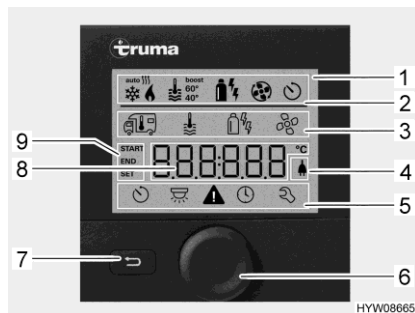
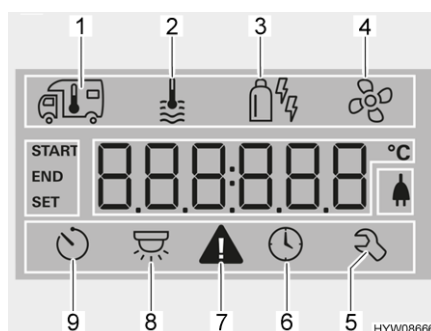

Bild 115 Kontrollenhet med indikeringar
Bild 116 Display (kontrollenhet)
- Statusrad (Bild 115,2)
- Övre menyrad (Bild 115,3)
- Indikeringsområde (Bild 115,8)
- Nedre menyrad (Bild 115,5)
- Tryck ned vrid-/tryckknappen (Bild 115,6) i ca. 3 sekunder. De båda menyraderna (Bild 115,3 och Bild 115,5) visas. Den första symbolen blinkar.
- Vrid vrid-/tryckknappen (Bild 115,6) tills den önskade menysymbolen blinkar.
- Tryck på vrid-/tryckknappen för att spara det inställda värdet. Om det ursprungliga värdet ändå inte ska ändras: Tryck på tillbakaknappen (Bild 115,7).
- Vrid vrid-/tryckknappen (Bild 115,6) tills menysymbolen värmesystem (Bild 116,1) blinkar.
- Tryck på vrid-/tryckknappen för att spara det inställda värdet. Symbolen i statusraden (Bild 115,2) blinkar tills den inställda rumstemperaturen är uppnådd. Om det ursprungliga värdet ändå inte ska ändras: Tryck på tillbakaknappen (Bild 115,7).
- Vrid vrid-/tryckknappen (Bild 115,6) tills menysymbolen varmvatten (Bild 116,2) blinkar.
- Tryck på vrid-/tryckknappen för att spara det inställda värdet. Symbolen i statusraden (Bild 115,2) blinkar tills den inställda varmvattentemperaturen är uppnådd. Om det ursprungliga värdet ändå inte ska ändras: Tryck på tillbakaknappen (Bild 115,7).
- Vrid vrid-/tryckknappen (Bild 115,6) tills menysymbolen driftläge (Bild 116,3) blinkar.
- Tryck på vrid-/tryckknappen för att spara det inställda driftläget. Om det ursprungliga värdet ändå inte ska ändras: Tryck på tillbakaknappen (Bild 115,7).
- Vrid vrid-/tryckknappen (Bild 115,6) tills menysymbolen fläkt (Bild 116,4) blinkar.
- Vrid vrid-/tryckknappen (Bild 115,6) tills menysymbolen timer (Bild 116,9) blinkar.
- Tryck på vrid-/tryckknappen. Timern är aktiverad. Symbolen timer (Bild 116,9) blinkar när timern är programmerad och aktiv.
Vid en varning blinkar varningssymbolen (Bild 116,7). Värmesystemet fortsätter att vara igång. Om de bara rör sig om ett temporärt fel så släcks varningssymbolen av sig själv.